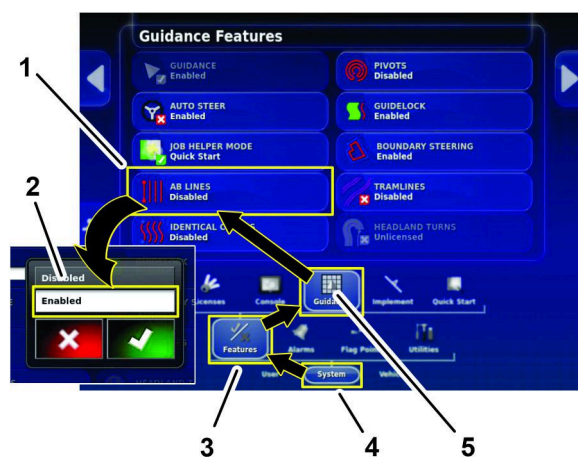

Figura 157
2. Pulse el icono LÍNEAS AB (Figura 157).
3. En el cuadro de diálogo, pulse el icono HABILITAR y pulse el icono de confirmación (Figura 157).
1. Pulse los iconos SISTEMA, CARACTERÍSTICAS, y GUIADO (Figura 157).